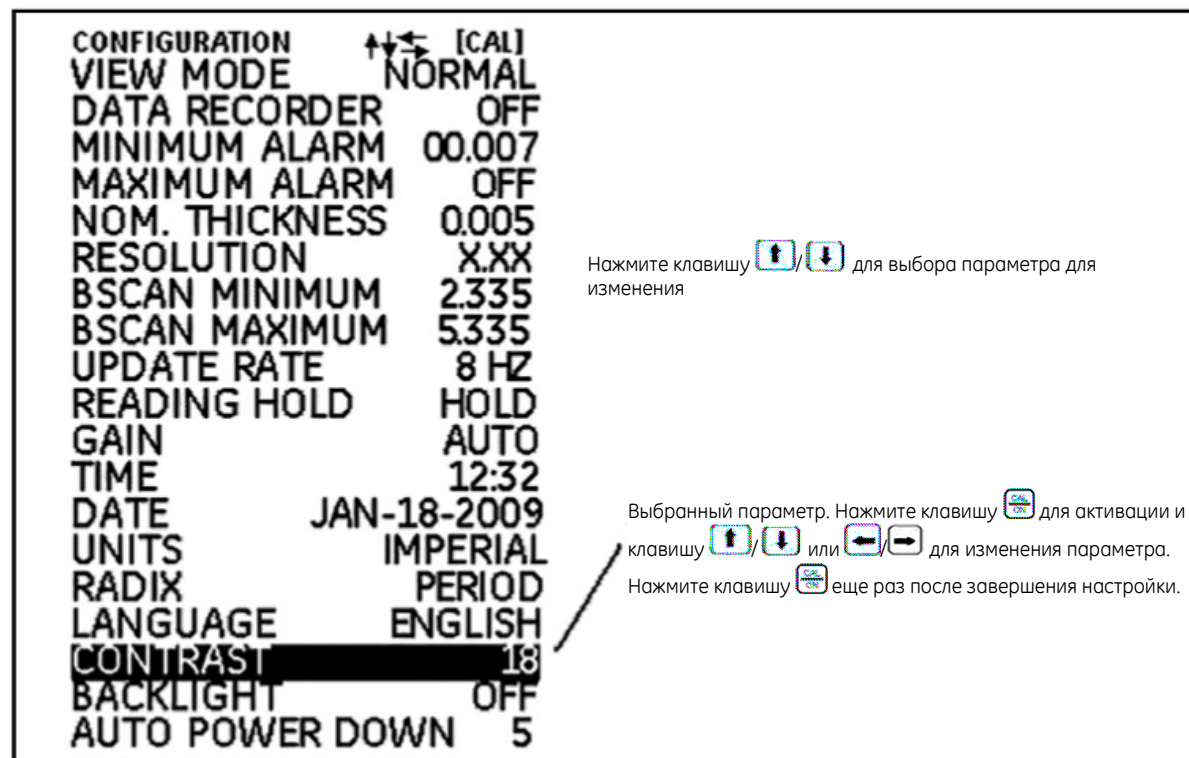

Рис. 6. Режим отображения экрана конфигурации
- **Режим отображения конфигурации** – через этот экран осуществляется доступ к функциям прибора. Функции, перечисленные на экране отображения конфигурации, зависят от установленных опций (см. рис. 6 на стр. 13). Содержимое экрана отображения конфигурации зависит от конфигурации установленных функций толщиномера.